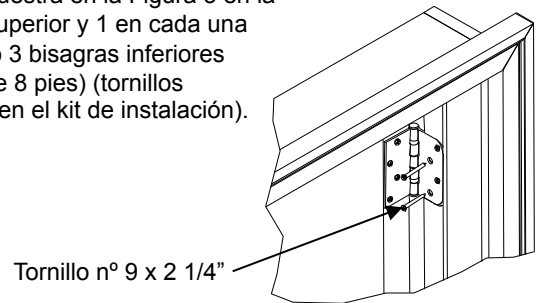

Figura 3
- 3 Instale 2 tornillos en la ubicación que se muestra en la Figura 3 en la bisagra superior y 1 en cada una de las 2 o 3 bisagras inferiores (puerta de 8 pies) (tornillos incluidos en el kit de instalación).